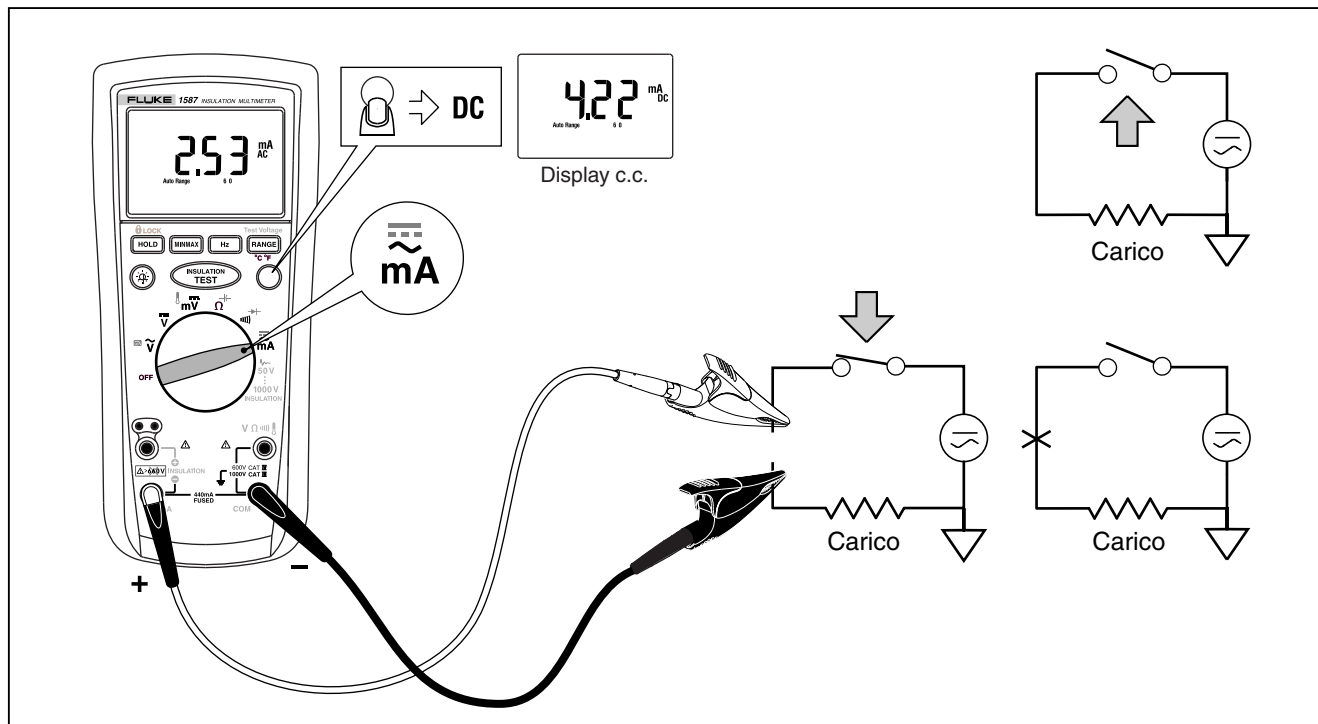

**Figura 12. Misure di corrente alternata o continua**
**Togliere** corrente al circuito in prova, aprirlo, mettere in serie il multimetro e **applicare** corrente. Per misurare la corrente alternata o continua, impostare il multimetro come indicato nella Figura 12